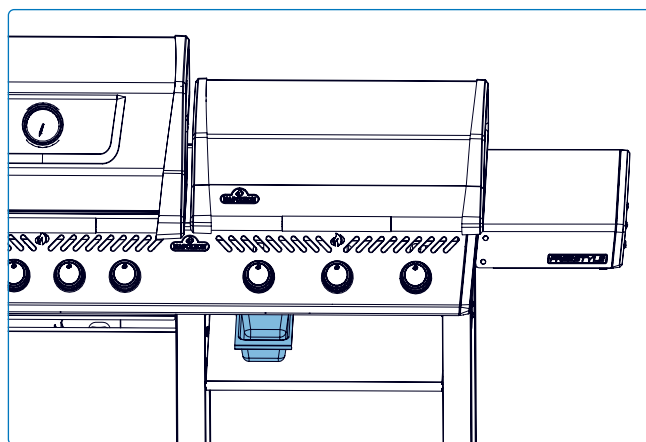

Fig. 26
1. Una vez que el aparato se haya enfriado completamente, retire con cuidado la bandeja de grasa deslizándola directamente fuera del carrito del aparato. No incline la bandeja durante la extracción (**Fig. 26**).